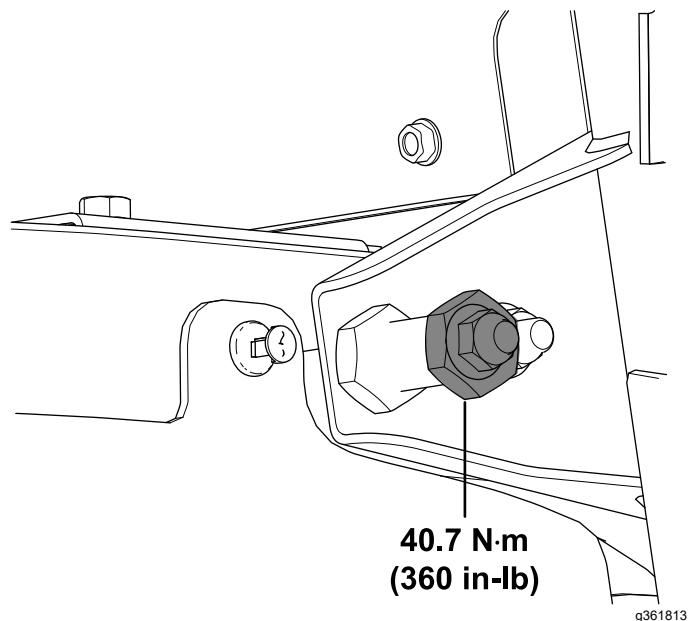

図 27
22. 図 27 のように、ロックナット 3/8" を 40.7 N·m 4.15 kg.m = 360 in-lb にトルク締めする。